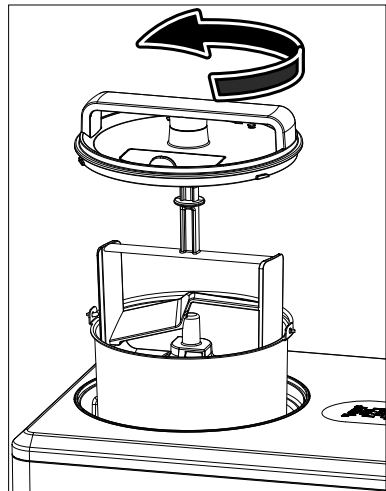

Abb. 4
- ▶ Um zusätzliche Lebensmittel wie z. B. Nüsse hinzuzufügen, öffnen Sie die Nachfüllöffnung im Deckel (siehe **Abb. 4**). Die Kühlung wird nicht unterbrochen, das Rührwerkzeug dreht sich weiter und der Zubereitungsprozess wird fortgesetzt.
- ▶ Verschließen Sie nach dem Befüllen die Nachfüllöffnung (12) wieder.